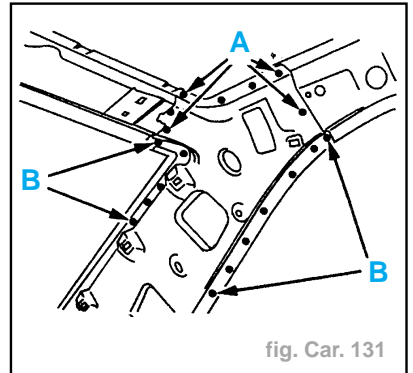

fig. Car. 131
- Souder par points bouchons au Mig (suivant A) (fig. Car. 131).